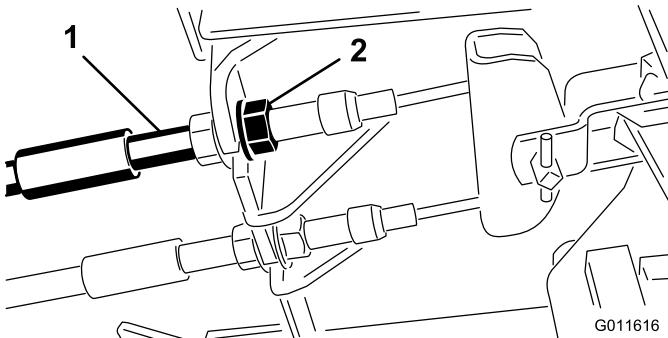

Рисунок 43
- Чтобы уменьшить свободный ход тормозных педалей, затяните тормоза, ослабив переднюю гайку на резьбовом конце троса тормоза (Рисунок 43).